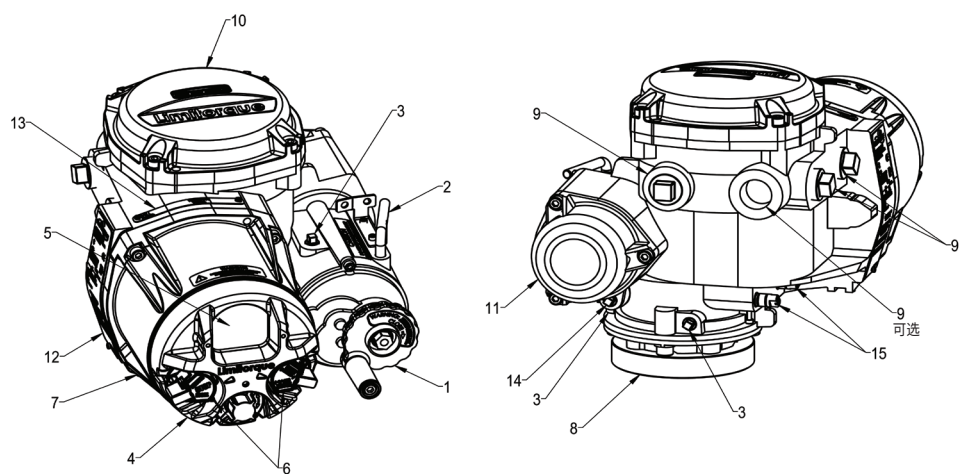

图 1.1: QX执行器
- 安装和调试执行器时，只需拆除端子室盖。参见图1.1，第10项。调试执行器的设置在外部分完成；因此，无需拆除其他盖子。执行器在理想的干燥条件下组装完成，外壳完全密封，可保护所有电气部件免受损坏。